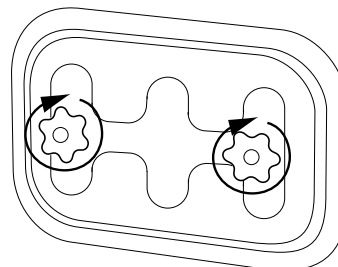

Fig. 3
5. Tighten the hand knobs (Fig. 3).